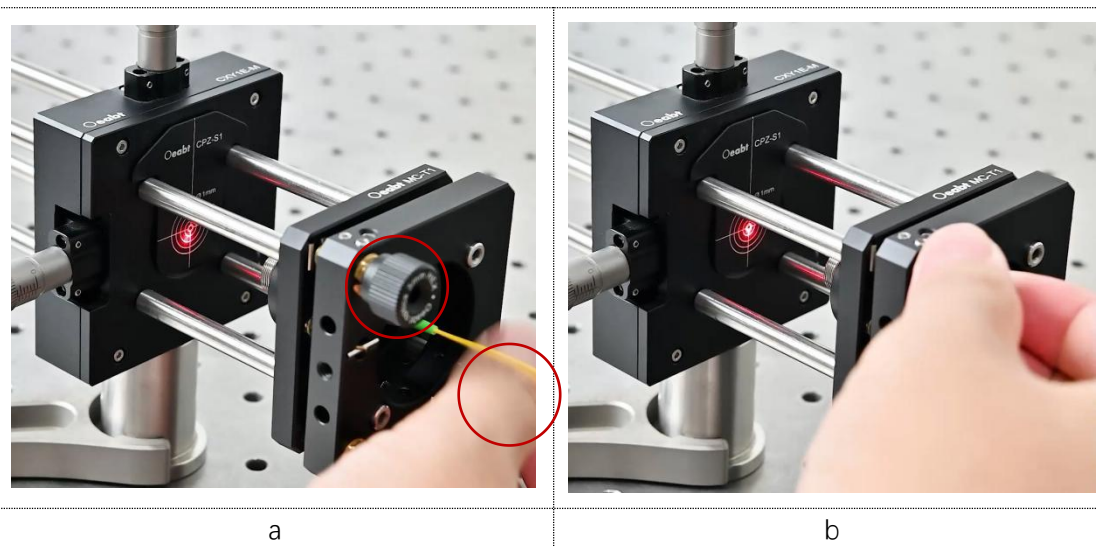

图 4-5
①、光源连接光纤输入端，放置“对准板”在“XY 平移架”前，调节镜架后方旋钮，图 4-5-a 红圈；使入射光斑对准靶面中心，图 4-5-b。**注：清单未附带光纤跳线，用户请自备。**